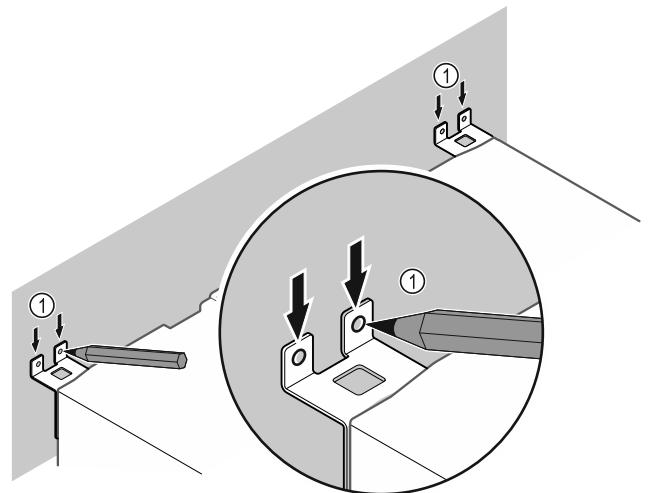

Fig. 13
- ▶ Встановити маркування на стіні Fig. 13 (1).